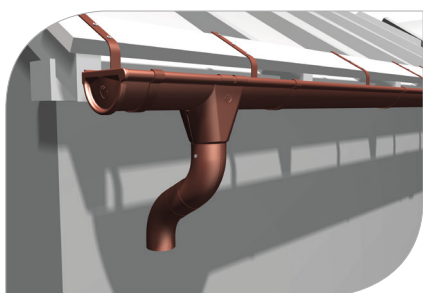

рис. 31
- 4.1 На крыше с карнизным свесом соедините воронку с водосточной трубой при помощи двух колен и подрезанного на требуемую длину отрезка трубы (**рис. 31**)